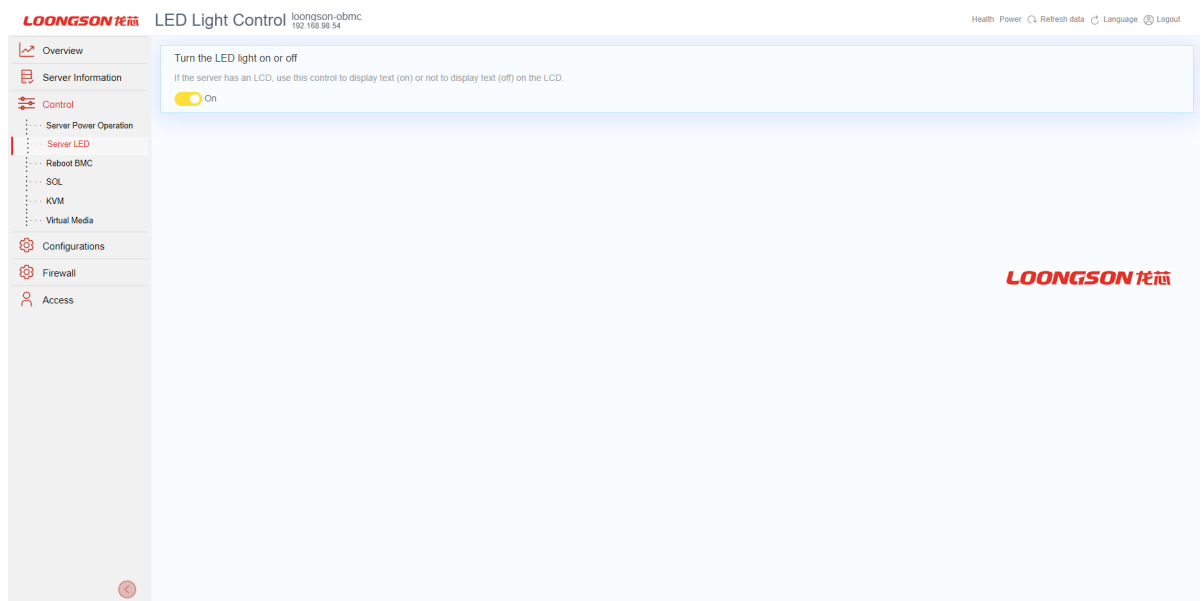

Рис. 75. Окно «Server LED»
- 3) Пройдите во вкладку «Control» → «Server LED» в данной вкладке осуществляется управление светодиодом идентификации сервера в серверной стойке. В поле «Turn the LED light on or off» установите переключатель в активное положение чтобы включить светодиод индикации сервера. Окно показано на рис. 75 Окно «Server LED»